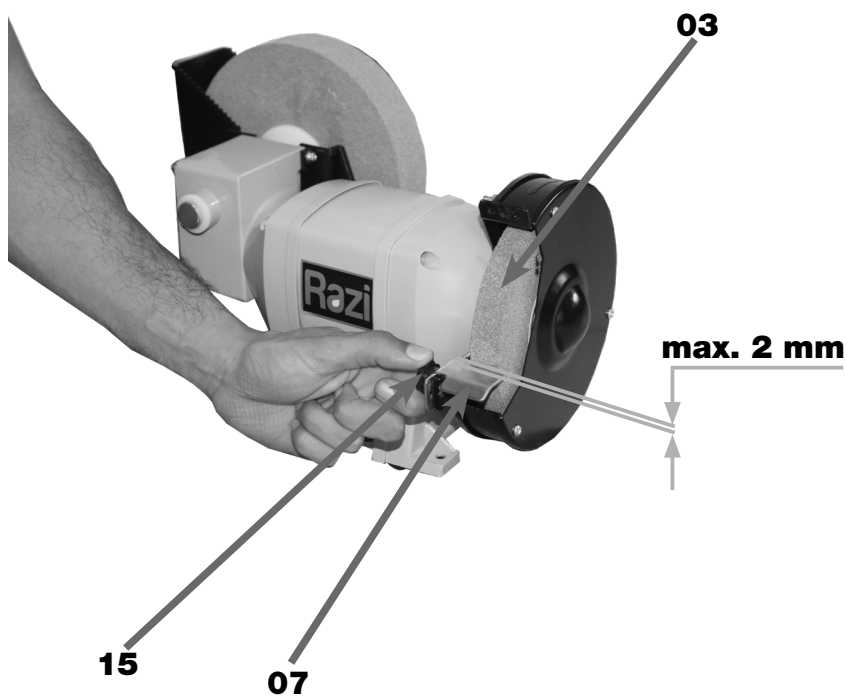

FIGURA 07 – Fixação da Base de Apoio
4. FIXAR a Base de Apoio (07) utilizando o Parafuso Cabeça Francesa M6 e o Manipulo de Aperto (15) (figura 07);
5. DEIXAR uma distância máxima de 2 mm entre o Rebolo (03) e a Base de Apoio (07) (figura 07);